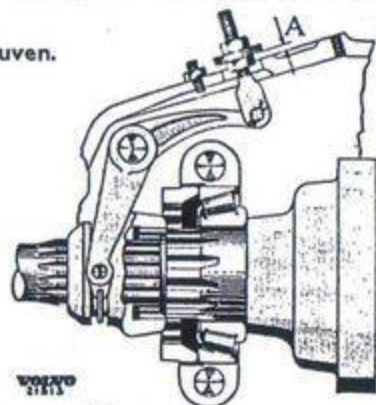

Bild 79. Inställning av differentialspärr.
3. Dra upp kolvstången tills differentialspärrhylsan går emot tänderna på differentialhuset. Avståndet (A bild 79) mellan brickan och axelkåpan skall därvid vara 1—2 mm.